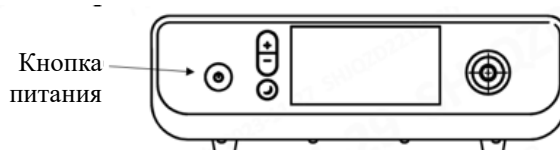

Рисунок 5.2. Включение источника холодного света
4. Включение источника холодного света. Включите выключатель на интерфейсе питания на передней панели источника холодного света, пока не загорится дисплей на передней панели источника холодного света, указывающий на то, что источник холодного света включен, как показано на рис. 5.2.